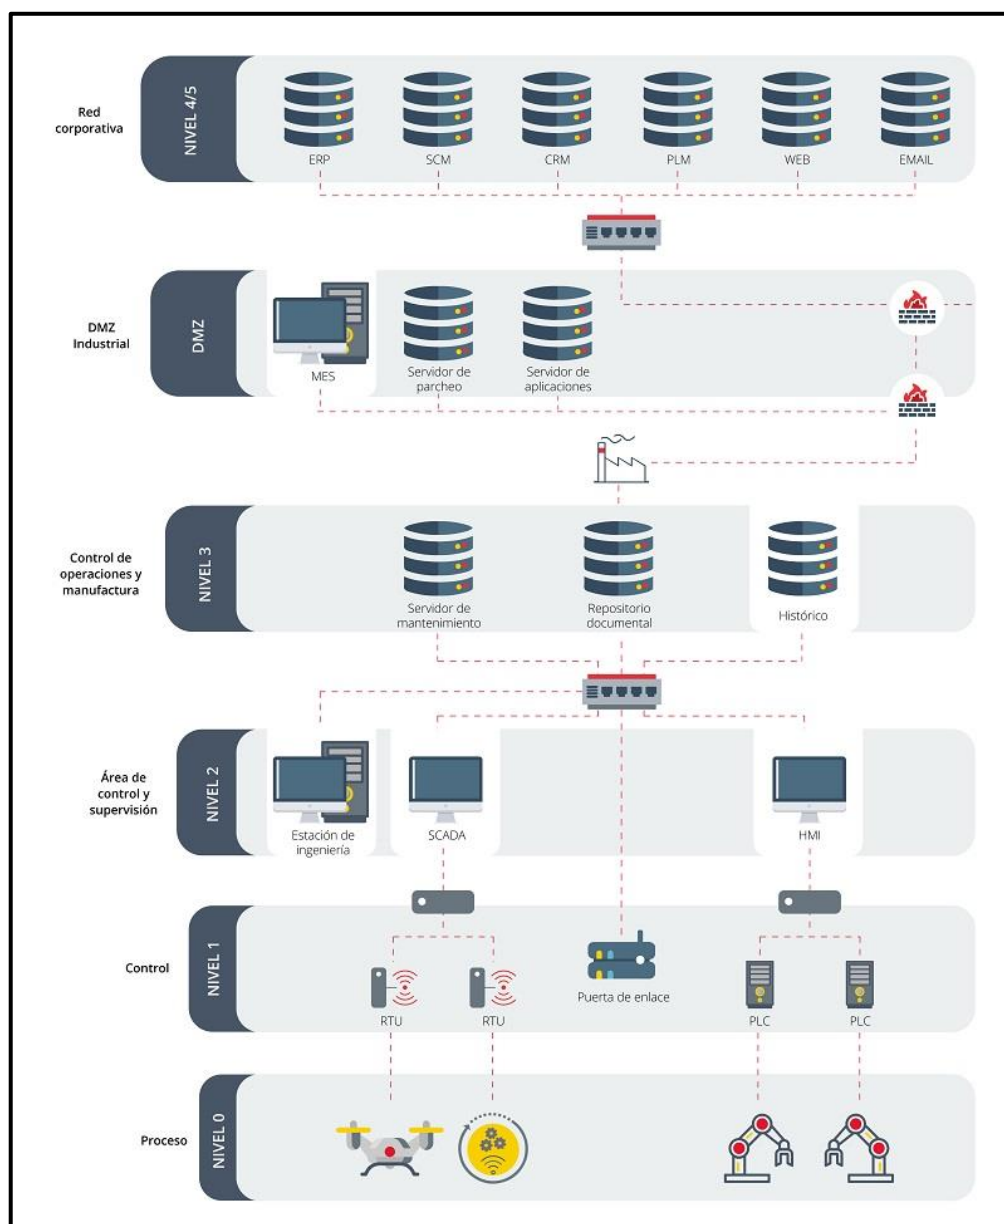

Ilustración 2: Dispositivos endpoint en un entorno IT/OT⁹
Para tener un mayor conocimiento sobre los **dispositivos endpoints y los riesgos que pueden generar sobre los sistemas de control industrial**, en la Ilustración 2, se muestran resaltados en rojo diferentes *endpoints* industriales dentro del modelo Purdue.
- **Exposición a Internet:** originalmente, los entornos industriales eran entornos aislados y estaban limitados a las plantas. Como se puede observar en la Ilustración 2, y tal y como se ha mencionado anteriormente, la evolución industrial y la integración con una mayor cantidad de sistemas y plataformas (entre entornos IT y entornos OT) para facilitar el acceso, ha desembocado en que algunas empresas terminen conectando sus sistemas industriales o parte de ellos con Internet sin ninguna medida de seguridad.